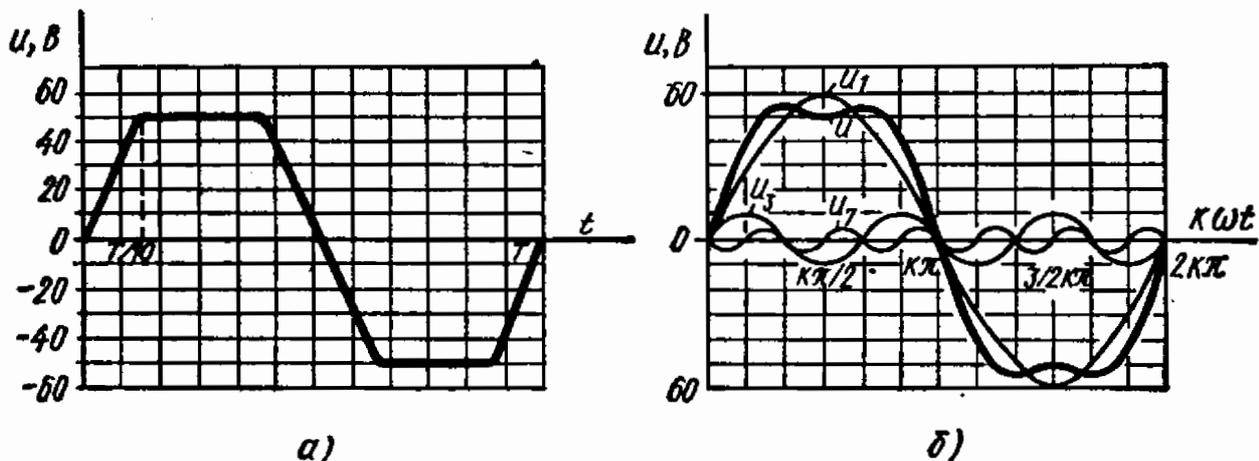

Рис. 8.5
8.5. Напряжение источника изменяется по трапецеидальному закону (рис. 8.5, а). Записать ряд Фурье и построить по нему кривую мгновенных значений u , определить процентное содержание высших гармоник относительно основной гармоники (при разложении в ряд ограничиться седьмой гармоникой включительно).
На рис. 8.5, б построены кривые отдельных гармоник и результирующая кривая, кривая $u_{(7)}$ вычерчена в масштабе, увеличенном в два раза по отношению к масштабу всех остальных гармоник. Отличие кривой u от заданной трапеции объясняется ограниченным числом взятых членов разложения.
8.6. Катушка с сопротивлением $r = 10$ Ом и индуктивностью $L = 33$ мГ подключена к источнику, напряжение которого изменяется по закону, показанному на рис. 8.5, а. Записать ряд Фурье для тока и определить коэффициент мощности цепи, если частота основной гармоники $f = 50$ Гц.